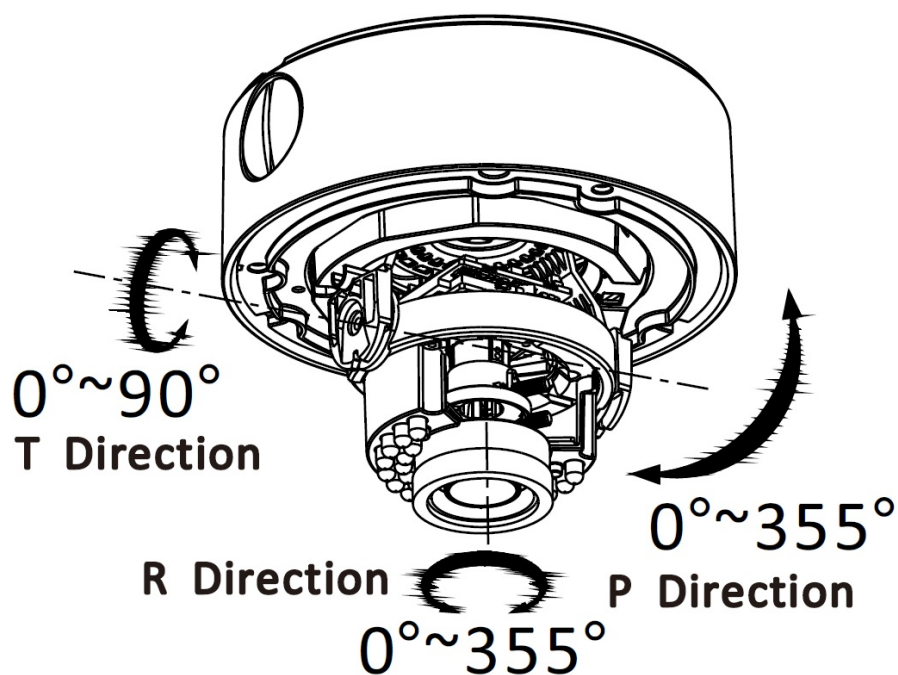

Рис. 4.4.1.4. Крепление видеокамеры LTV-TCDM2-8010L-V
9. Включите источник питания. Используйте стандартный источник питания 12В (DC) или 24В (AC).
11. Направьте объектив на желаемую зону наблюдения. В данной модели диск основания вращается $0^{\circ}\dots355^{\circ}$, угол наклона объектива составляет $0^{\circ}\dots90^{\circ}$, поворотный угол составляет $0^{\circ}\dots355^{\circ}$. При необходимости настройки положения и фокусировки объектива необходимо ослабить соответствующие винты фиксации. После завершения настройки винты фиксации необходимо затянуть, как показано на рис.4.4.1.4.